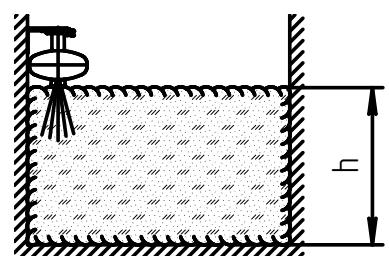

Рисунок 6
**Параметры тушения МПП настенного крепления при высоте установки 2 и 3 м (см. рисунок 6)**